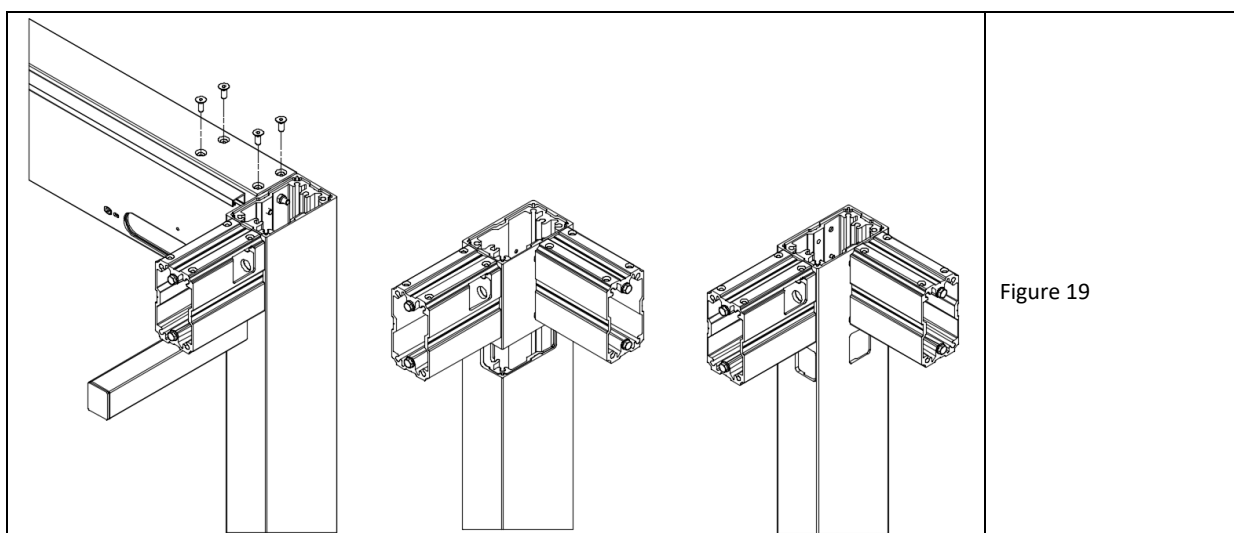

Figure 19
3. Les poteaux (avec les pieds préinstallés) sont insérées dans la traverse aux deux extrémités et boulonnées du côté de la chambre supérieure de la poutre à l'aide de 4 boulons coniques M8 x 20 avec douille Allen (fig. 19-gauche).
4. Du côté du trop-plein d'angle, les poteaux ont des encoches d'angle sous l'os des deux murs (fig. 19-central) et au niveau des drains droits, elles ont des fenêtres rectangulaires séparées (fig. 19-droit).